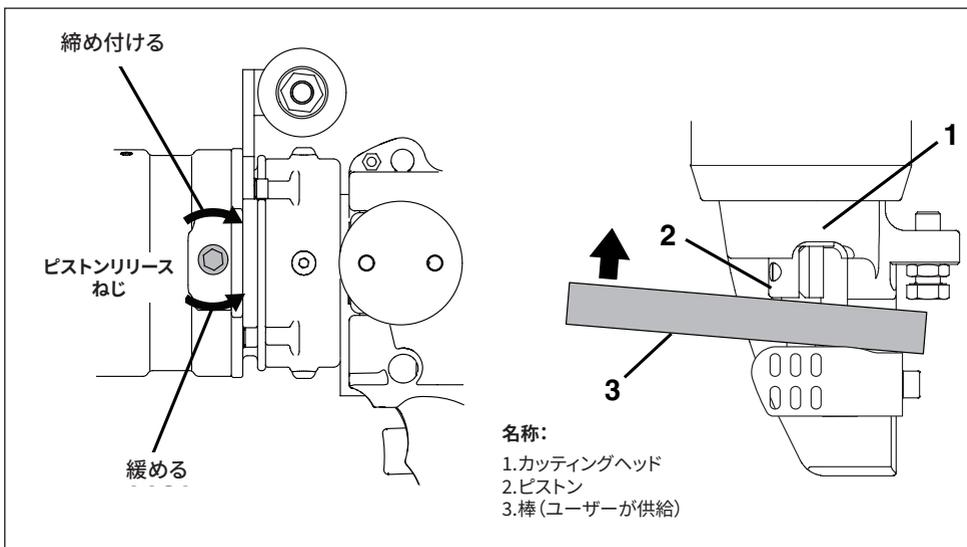

図17:ピストンの手動格納手順
次の手順を参照してください。図17を参照してください。
- 固いスチール棒を使用して、カッターがホーム位置に戻るまで手でピストンを押し込みます。図17の項目3を参照してください。これにより、通常の運転中にピストンが戻らない原因となった汚れやその他の物質を取り除くことができます。
- ピストンの露出部分を清掃します。この部分から異物、切粉、汚れをすべて取り除きます。図17の項目2を参照してください。